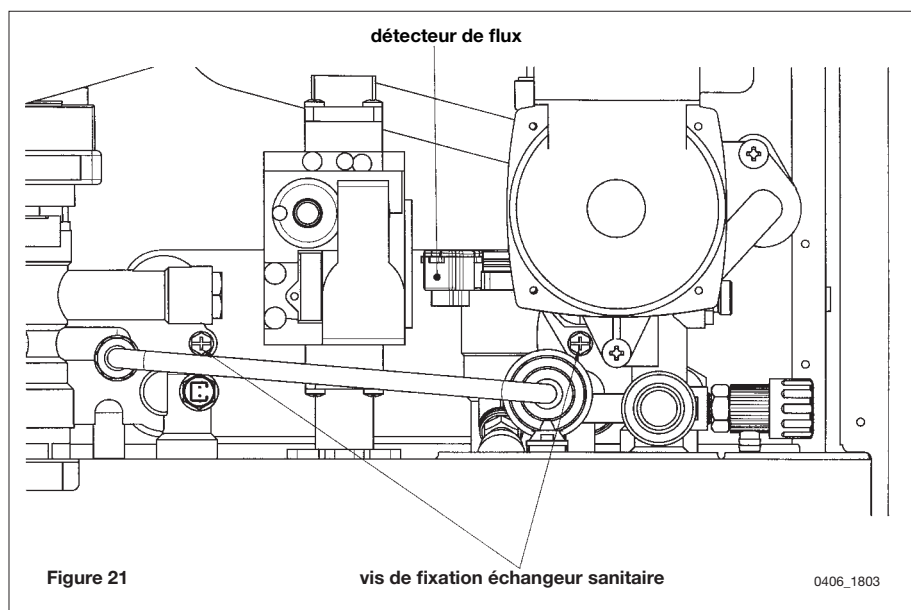

Figure 21
- enlever les deux vis de fixation (visibles sur la face avant) de l'échangeur sanitaire puis le déboîter de son logement (figure 21).
- Dévisser l'écrou présent sur l'ensemble détecteur de débit (figure 21).